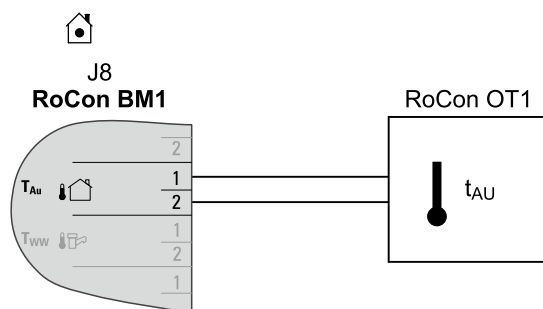

Bild 4-30 Anschluss Außentemperaturfühler RoCon OT1 an Daikin Altherma EHS(X/H) (Betrieb als Einzellösung bzw. als Master in einem Datenbus)
- Fühlerleitung am Steckeranschluss J8 der Schaltplatine RoCon BM1 anklemmen (siehe Bild 4-30).